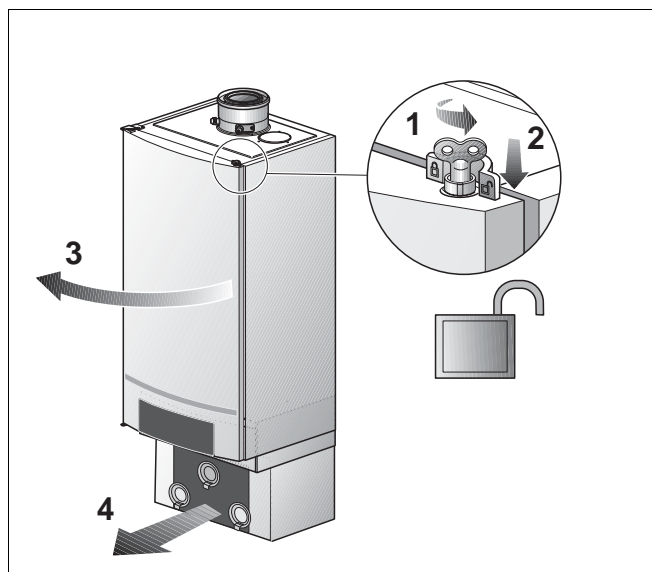

Fig. 22 Deschideți ușa cazanului
- Deschideți zăvorul ușii cazanului cu cheia de aerisire rotind un sfert (Fig. 22, **lupă**).
- Apăsăți zăvorul în jos (Fig. 22) și deschideți ușa cazanului.